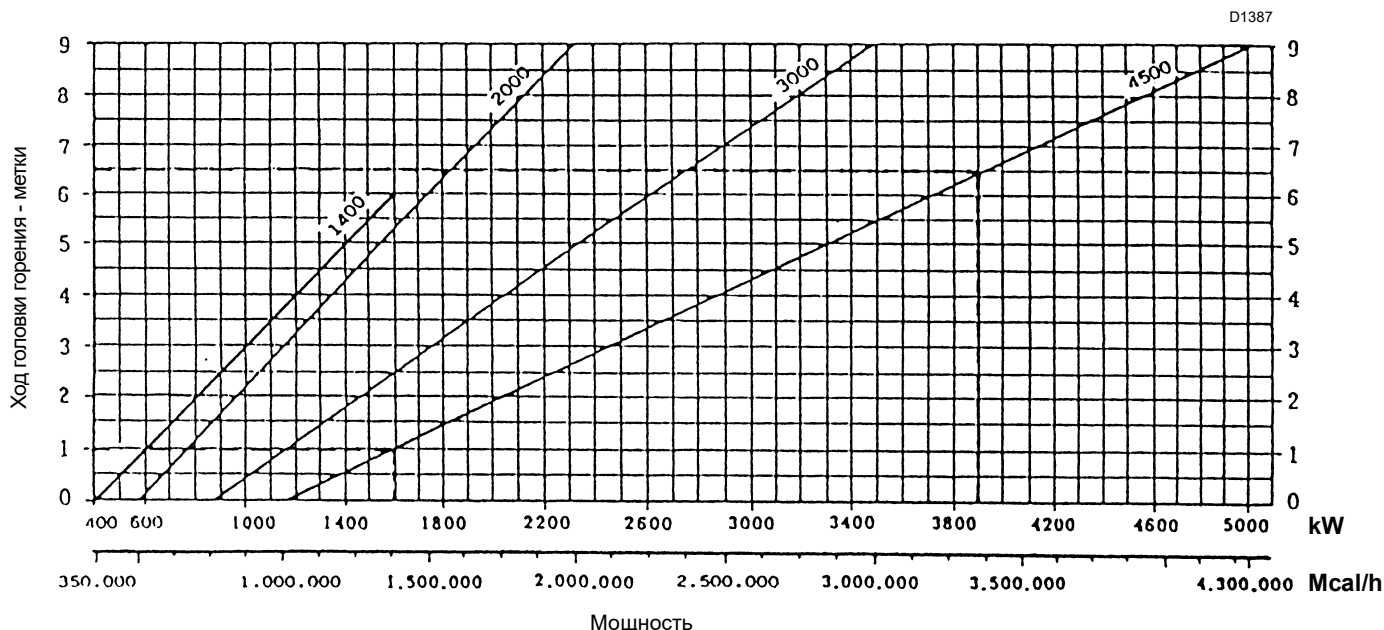

Рис. 17
Для другого диапазона модуляции необходимо откалибровать эти рычаги так, чтобы ход головки происходил в соответствии со схемой (Рис. 17).
- Если проблемы не устраняются, отрегулируйте головку сгорания на минимальный ход на метке 2 ÷ 3, поддерживая регулировку максимального расхода в соответствии с диаграммой (Рис. 17).